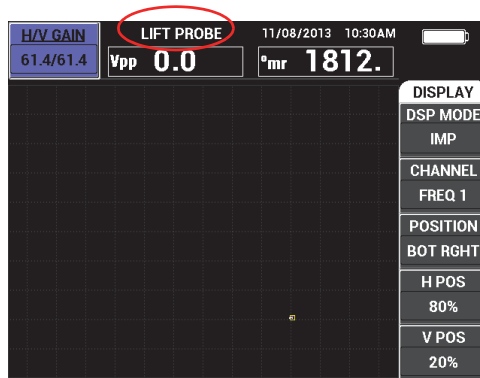

図 4-4 A- リフトバランスキーを押し続けた後に表示される
1. ビープ音が鳴り (約 3 秒)、画面に**プローブリフト**というテキストが表示されるまで、A-リフトバランスダイレクトファンクションキー () を押し続けます (79 ページの図 4-4 を参照)。